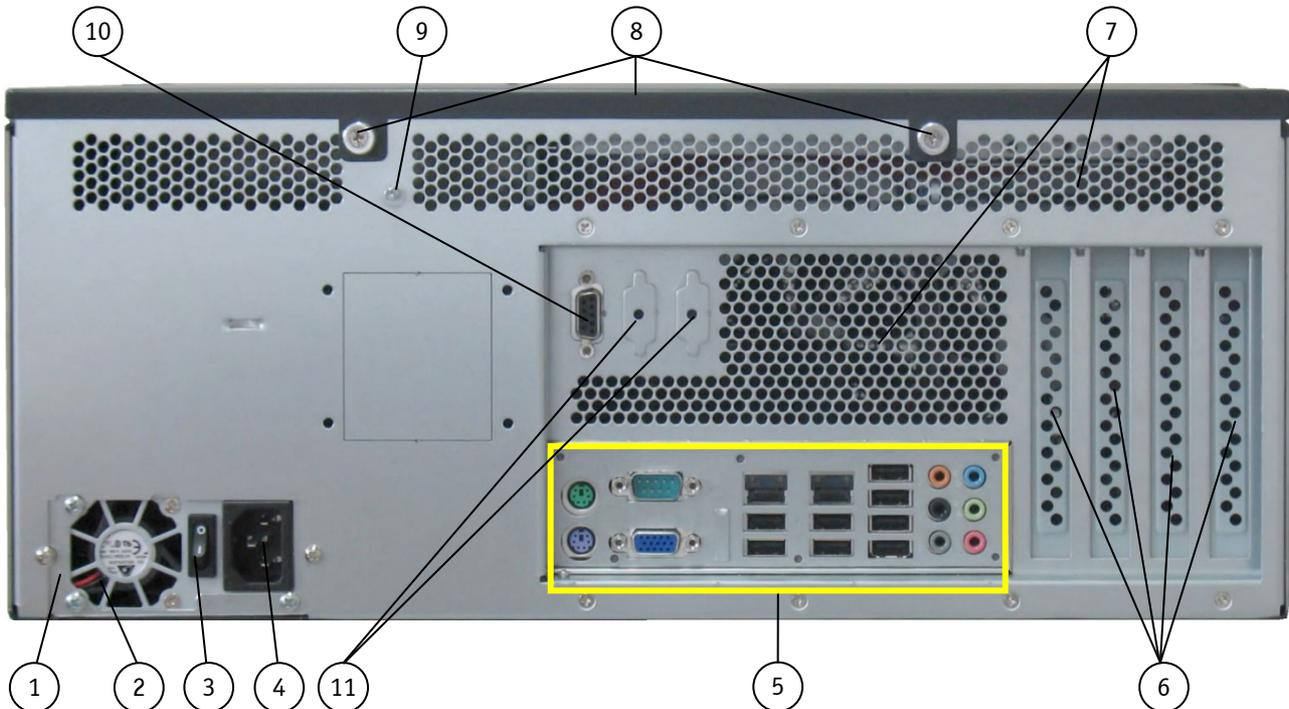
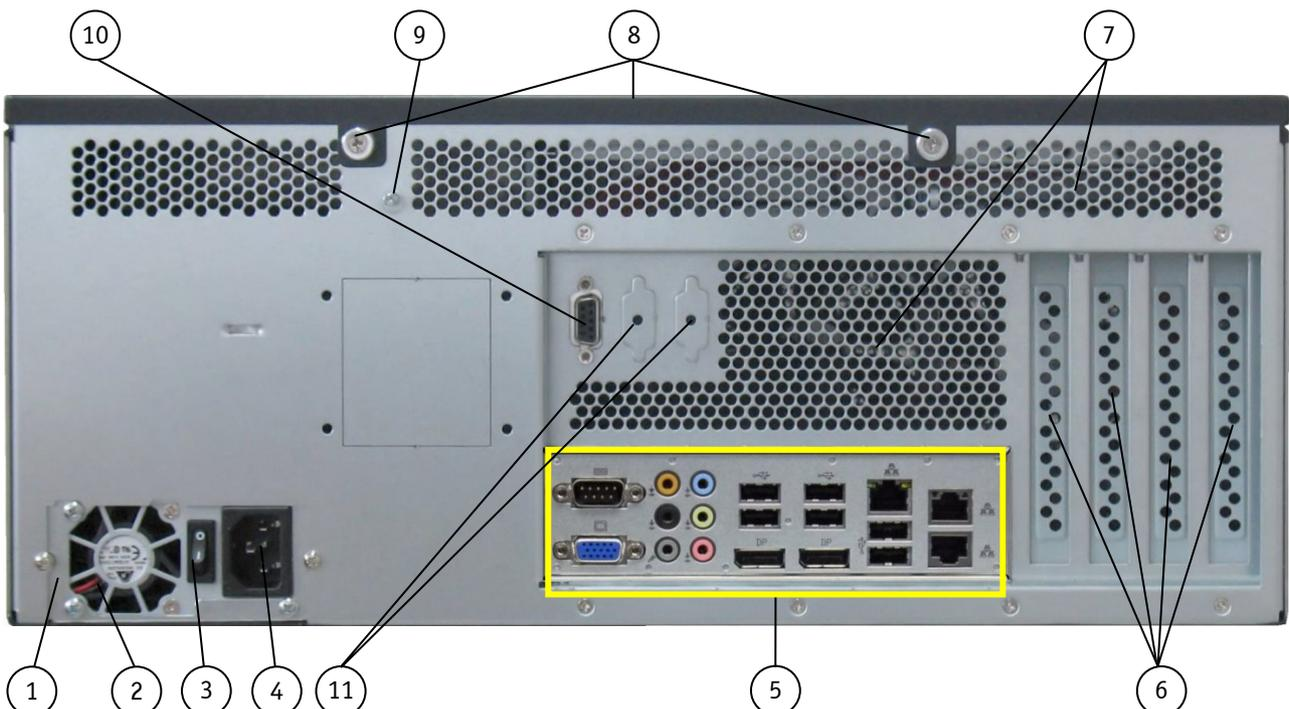

Abb. 12: Rückseite einer KISS 4U Short V2-Plattform (im Bild mit KTQ45/Flex Mainboard)
Abb. 13: Rückseite einer KISS 4U Short V2-Plattform (im Bild mit KTQ67/Flex Mainboard)
- die Rändelschrauben (Abb. 12, Pos. 8 und Abb. 25) an der Rückseite
Legende für Abb. 12 und Abb. 13:
Die on-Board serielle Schnittstelle ist nach außen geführt (siehe Abb. 12 und Abb. 13, Pos. 10) oder es kann ein zusätzlich bestelltes EASY 485/422 Modul eingebaut werden. Diese Anschlüsse ermöglichen Ihnen Peripheriegeräte anzuschließen.
Auch wenn Sie die KISS 4U Short V2-Plattform mit dem Power-Taster (siehe Abb. 9, Pos. 3 und Abb. 10, Pos. 1) oder mit dem Netzteilschalter (Abb. 12 und Abb. 13, Pos. 3) ausschalten, liegt weiterhin eine 5V Standby-Spannung auf dem Mainboard an.
Der Erdungsbolzen befindet sich an der Rückseite der KISS 4U Short V2-Plattform (siehe Abb. 12 und Abb. 13, Pos. 9).